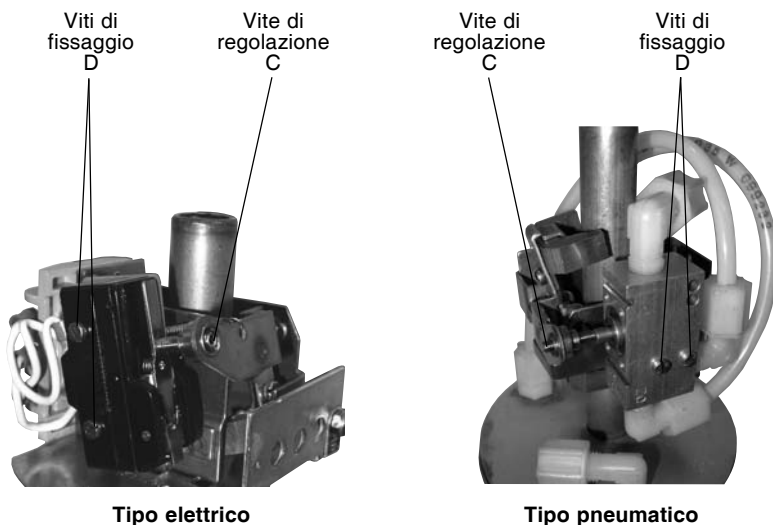

Fig. 7 - Interruttori elettrico e pneumatico
- 2 - Togliere le 2 viti di fissaggio "D" (vedi fig. 7 tipo elettrico) e rimuovere l'interruttore.
- 4 - Muovere manualmente il braccio porta-magnete assicurandosi che l'interruttore sia adeguatamente azionato cioè apra e chiuda regolarmente; agire se necessario sulla vite "C", vedere fig. 7 tipo elettrico.
- 2 - Togliere le 2 viti di fissaggio "D" (vedi fig. 7 tipo pneumatico) e rimuovere la valvola.
- 4 - Muovere manualmente il braccio porta-magnete assicurandosi che l'interruttore sia adeguatamente azionato cioè apra e chiuda regolarmente; agire se necessario sulla vite "C", vedere fig. 7 tipo pneumatico.
Verificare l'allineamento tra la vite di regolazione "C" e la leva di azionamento del microinterruttore (fig. 7 tipo elettrico). Accertarsi che il microinterruttore commuti regolarmente azionando manualmente il braccio porta-magnete.
Verificare l'allineamento tra la vite di regolazione "C" e il pulsante di comando della valvola (fig. 7 tipo pneumatico).